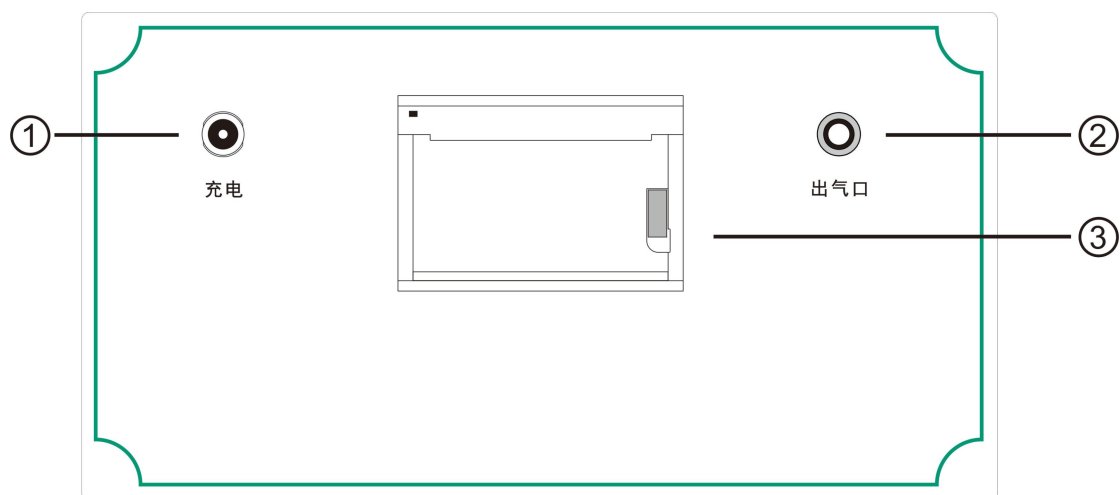

图 2 后面板布局图
- ①液晶屏
- ②流量调节
- ③进气接口
- ④USB 接口
- ⑤电源开关
2、仪器后面板布局图如图 2 所示。